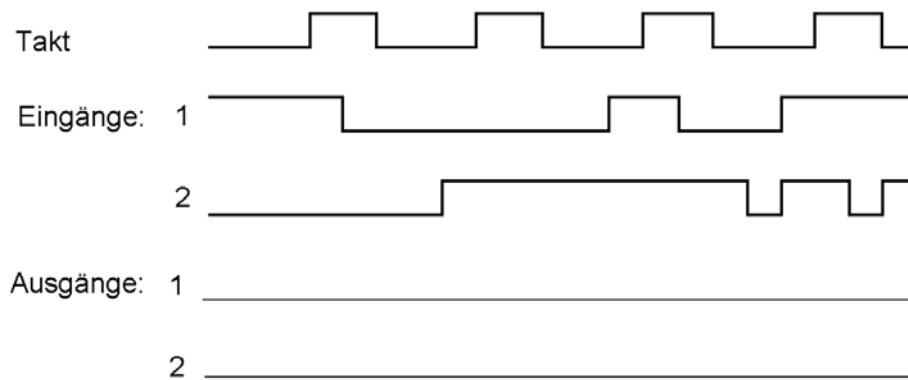

Abb. 16
16. An einem D-Flipflop-Register liegen Eingangssignale gemäß Abb. 16 an. Welche Signalverläufe erscheinen an den Ausgängen? (Einzeichnen.)